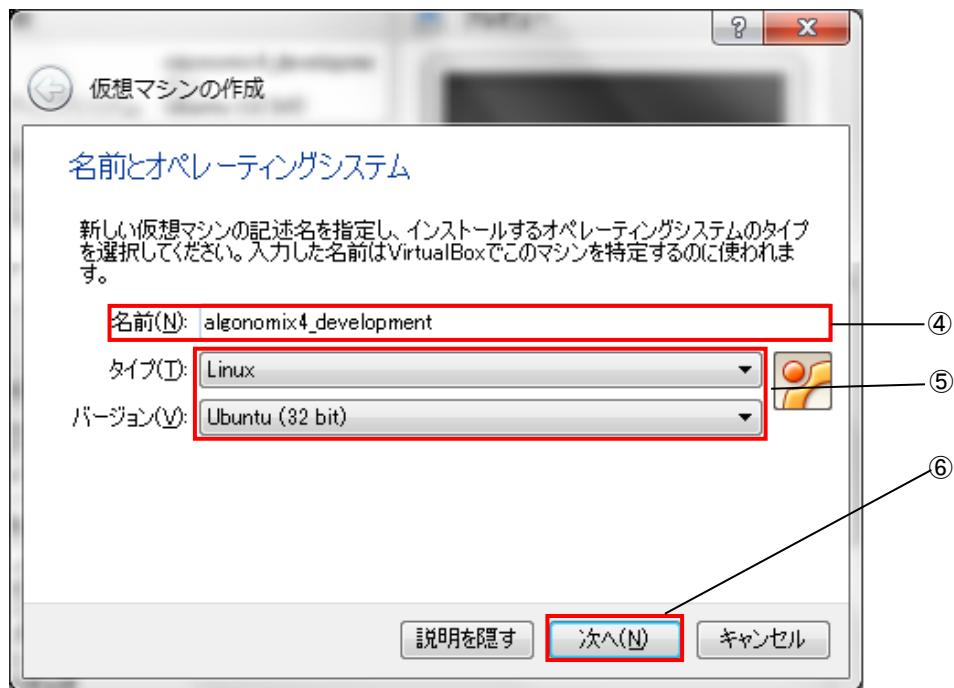

図 3-2-4-3. マシン名、OS タイプの設定
- ⑦ 図 3-2-4-5 のようなメモリ設定画面に変わります。仮想マシンのメモリサイズを入力します。